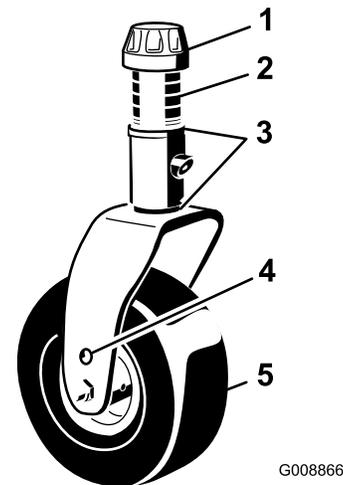

Figura 16
3. Retire a tampa de fixação do eixo roscado desloque o fuso (Figura 16) para fora do braço da roda giratória. Coloque ambos os calços (3 mm) no eixo, tal como se encontravam originalmente. Estes calços são necessários para atingir a mesma